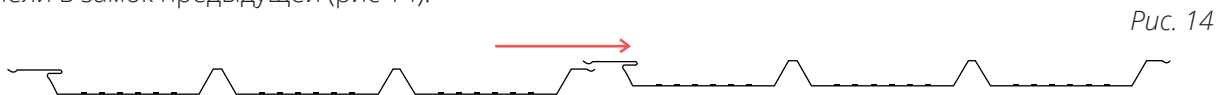

Рис. 14
- Следующую панель Софита металлического заведите в пазы доборных элементов и плотно вставьте край панели в замок предыдущей (рис. 14).